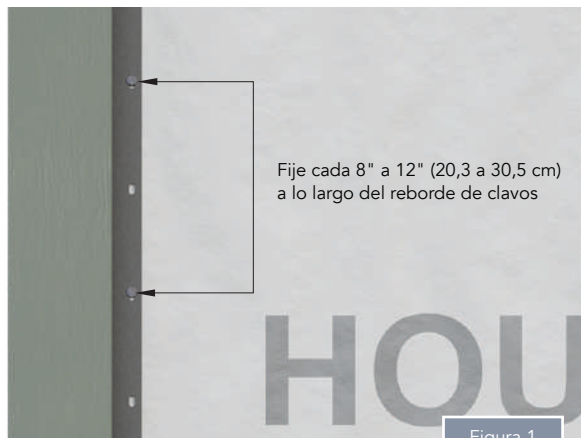

Figura 1
- Fije firmemente la moldura de esquina exterior a la pared utilizando clavos o tornillos galvanizados, inoxidable o resistentes a la corrosión aproximadamente cada 8" a 12" (20,3 a 30,5 cm) a lo largo del reborde de clavos (Figura 1).